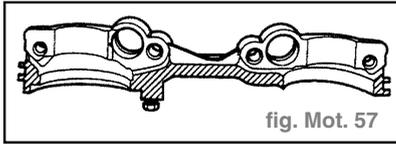

fig. Mot. 57
- Enduire légèrement la zone hachurée du chapeau de palier double de produit d'étanchéité «**D 454 300 02**», reposer le chapeau et le serrer à **1 daN.m** (faire attention aux douilles d'ajustage) (fig. Mot. 57).